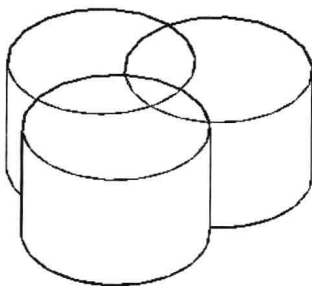

图 9-1-8
(1) 打开素材文件“9-1-2.dwg”，内含三个圆柱体，如图 9-1-8 所示。